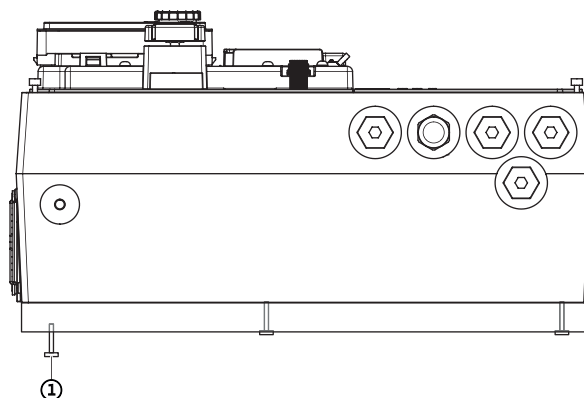

Fig. 115: Adapterplaat losmaken
6. Draai de schroeven van de adapterplaat aan de onderkant van de elektronicamodule (Fig. 115, pos. 1) los.